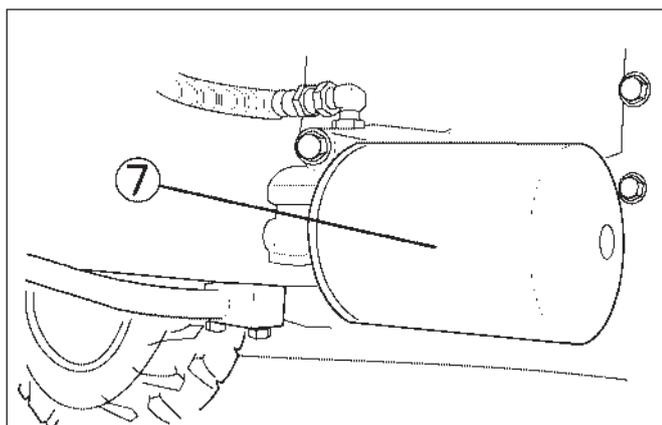

FIG. 6-15
**FIG. 6-15: Filtre à huile de transmission hydrostatique, 7,** après vidange de l'huile, dévissez le filtre de l'adaptateur (une clé à sangle peut être nécessaire).